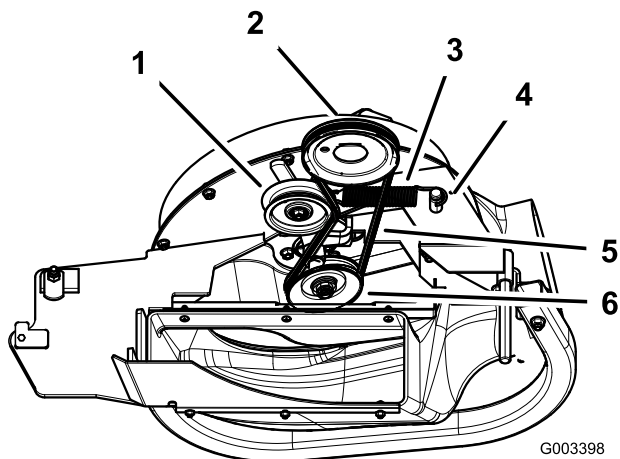

Bild 35
3. Ziehen Sie an der federgespannten Spannscheibe, um die Riemenspannung wegzunehmen (Bild 35).
5. Verlegen Sie einen neuen Riemen um die Gebläseriemenscheiben und die Mähwerkriemenscheibe (Bild 35).
7. Ziehen Sie die gefederte Spannscheibe zurück und verlegen Sie den Riemen auf der gefederten Spannscheibe (Bild 35).